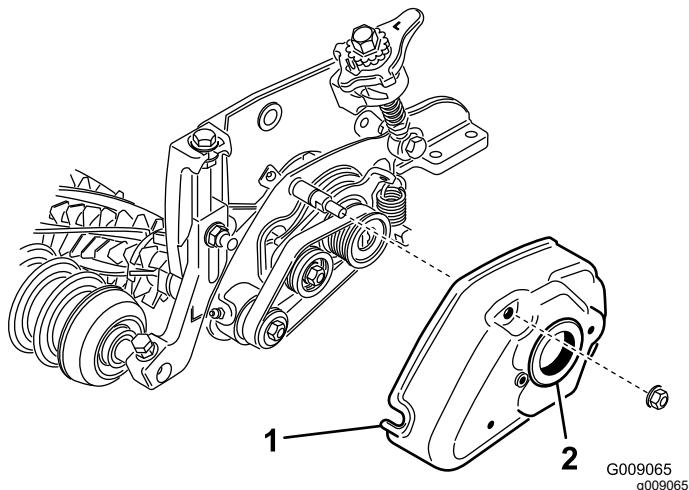

Figura 22
7. Instale a cobertura do rastelo e fixe-a com 2 porcas flangeadas de 5/16 polegadas (Figura 22).
8. Aplique massa lubrificante no diâmetro interior do olhal, na cobertura do mesmo (Figura 22).